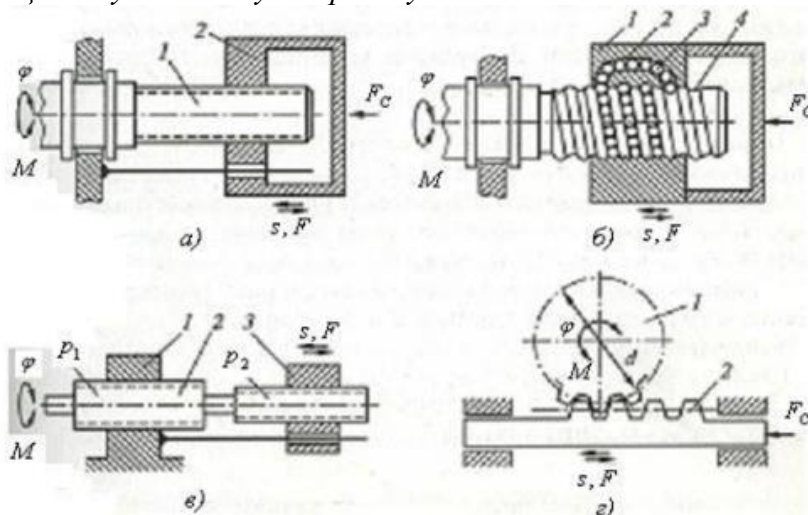

Рис. 5 Передаточные механизмы линейных движений
Вопрос 21. Из представленных на рис. 5 передаточных механизмов линейных движений выберите дифференциальную винтовую передачу.
- 1) рис. 5а;
- 2) рис. 5б;
- 3) рис. 5в;
- 4) рис. 5г.